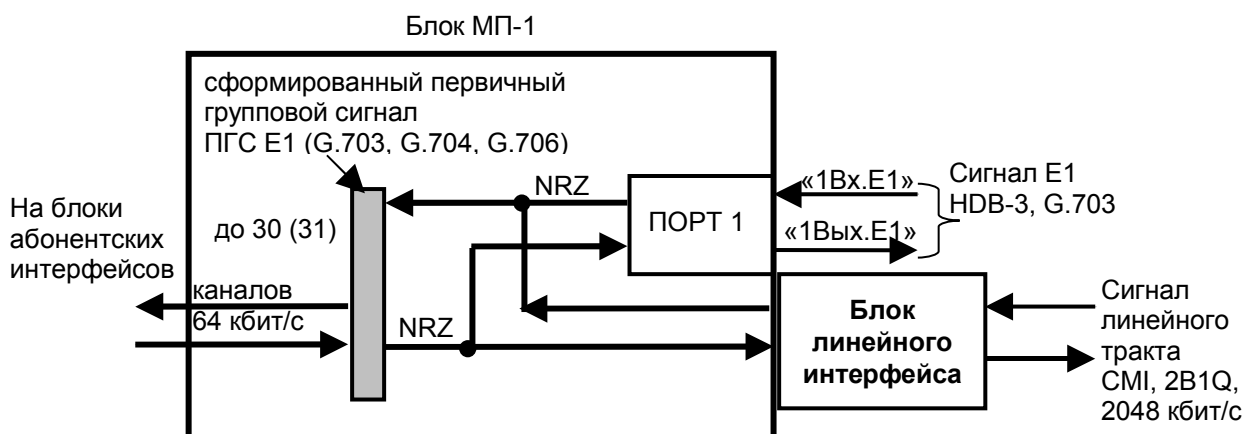

Рисунок 4.2
- для установленного в блоке режима резервирования линейного тракта электрическим вх./вых. Е1 - смотри рисунок 4.2.